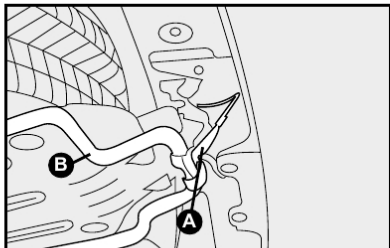

fig. 8
- Atuando por debaixo do veículo na região do porta-malas, movimentar com uma das mãos a trava **A-fig. 8** e, simultaneamente, levantar um pouco o suporte do estepe **B-fig. 8** para permitir que a trava possa ser deslocada para trás e todo o conjunto do suporte do estepe possa descer.